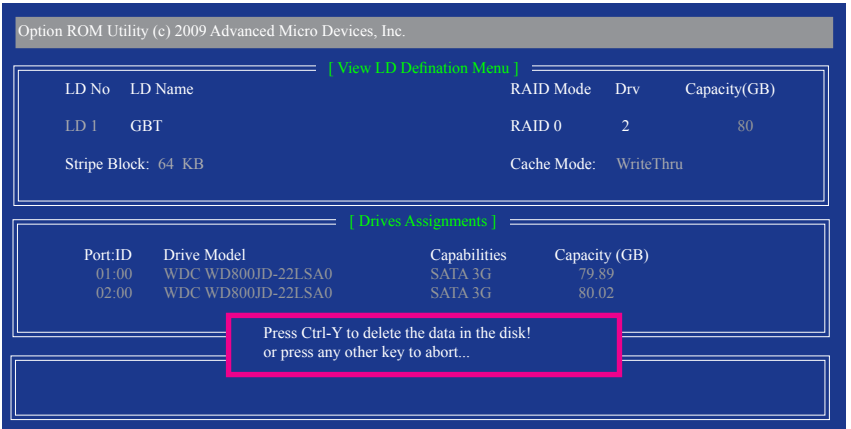

Figure 10
2. Le menu **View LD Definition Menu** apparaîtra (comme indiqué dans Figure 10) montrant les disques qui ont été assignés à cette matrice. Appuyez sur <Ctrl>+<Y> si vous voulez vraiment supprimer la matrice, ou sur une autre touche si vous voulez annuler l'opération.